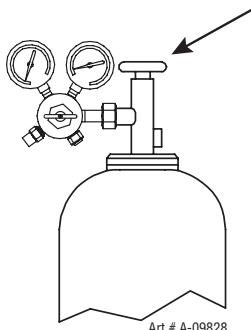

Figure 3-3 : Soupape de la bouteille ouverte
9. Ouvrir délicatement et lentement la soupape de la bouteille (Figure 3-3) jusqu'à ce que la pression maximum s'affiche au manomètre de haute pression.